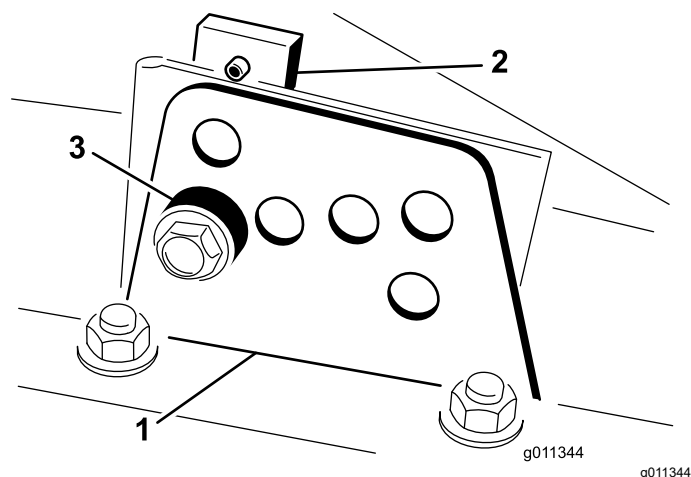

Figura 22
2. Allentate il bullone che fissa ogni staffa dell'altezza di taglio alla relativa piastra (lati anteriore e laterali), come illustrato nella Figura 22.
4. Supportate l'alloggiamento e togliete il distanziale (Figura 22).